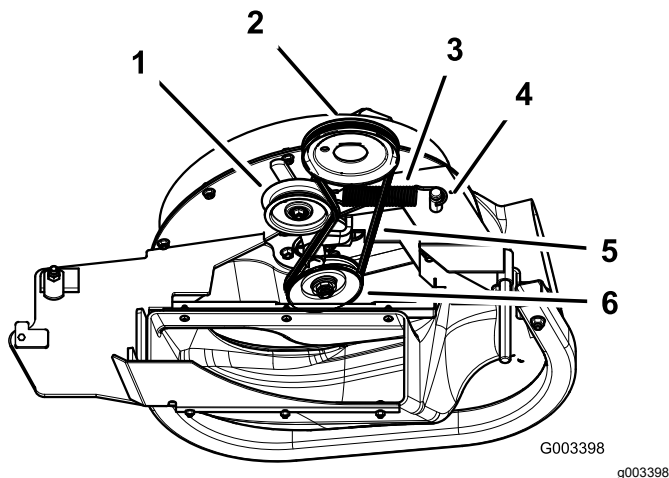

Figure 39
3. Tire hacia atrás de la polea tensora tensada con muelle para aliviar la tensión de la correa (Figure 39).
5. Pase la correa nueva alrededor de las poleas del soplador y de la polea de la carcasa de corte (Figure 39).
7. Tire hacia atrás de la polea tensada con muelle y pase la correa por la polea (Figure 39).